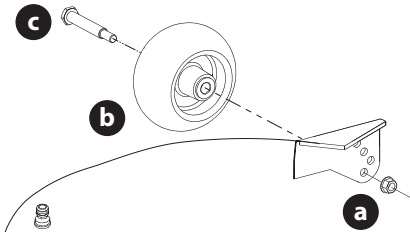

Figure 12
- Retirez l'écrou autobloquant (a), la roue antidébrayement (b) et le boulon à épaulement (c) du plateau de coupe (Figure 12).
- Insérez le boulon (c) dans un des quatre trous du support de roue. Il faut un dégagement de 6,35 mm (1/4 po) à 12,7 mm (1/2 po) entre la roue et le sol (Figure 12).